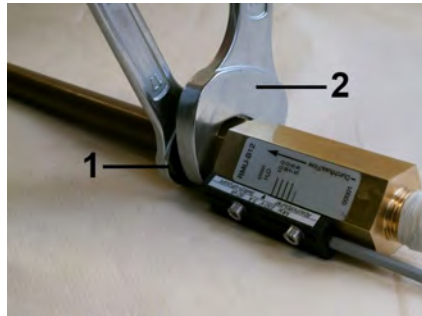

Abb. 16: Gerät einschrauben (Ausgang)
5. ➤ Übergangsverschraubung (Abb. 16/1) unter Gegenhalten der Geräteverschraubung (Abb. 16/2) weiter eindrehen, bis die Verbindung dicht ist